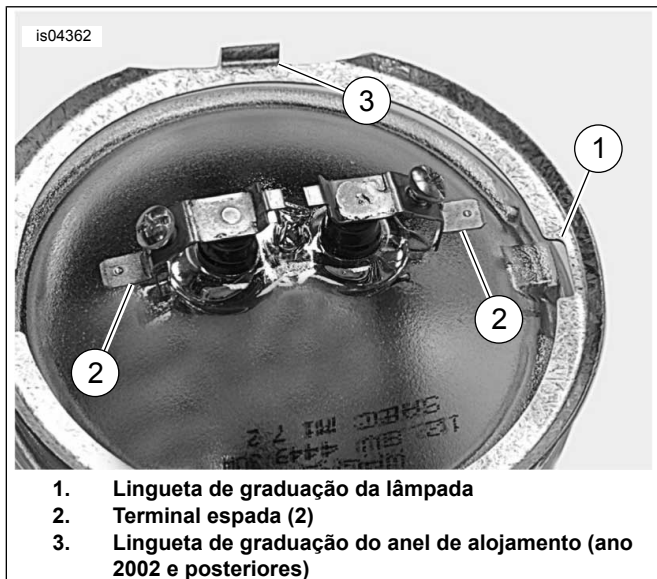

Figura 2. Terminal da lâmpada auxiliar
- Veja Figura 2. Coloque o anel de alojamento interno na lâmpada. Conecte o fio de volta no terminal espada próximo da lingueta de fixação da lâmpada (1). Instale o fio cinza no terminal espada restante.